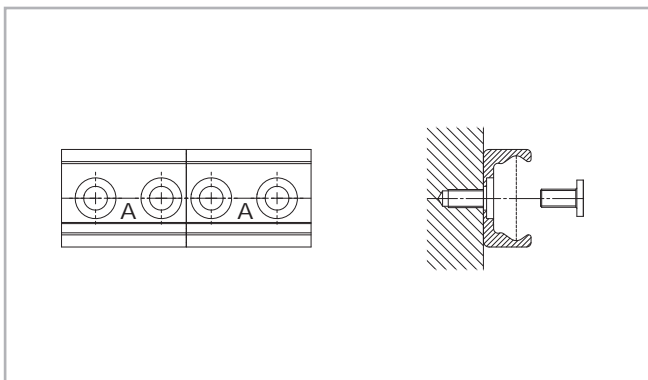

Fig. 115
- (1) Fissare le guide singole sulla superficie di montaggio serrando tutte le viti tranne l'ultima sulla giunzione.
- (2) Montare le viti di fissaggio terminali senza serrarle (vedere fig. 115).